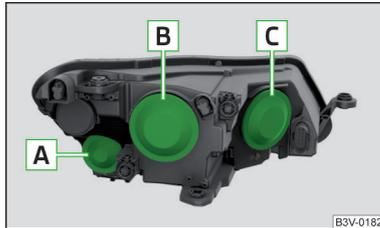

Abb. 356
Glühlampenanzordnung » Abb. 356
- › Die Schutzkappe **A** » Abb. 356 auf Seite 313 abnehmen.
- › Die Schutzkappe **A** » Abb. 356 auf Seite 313 einsetzen.
- › Die Schutzkappe **B** bzw. **C** » Abb. 356 auf Seite 313 abnehmen.
- › Die Schutzkappe **B** bzw. **C** » Abb. 356 auf Seite 313 einsetzen.